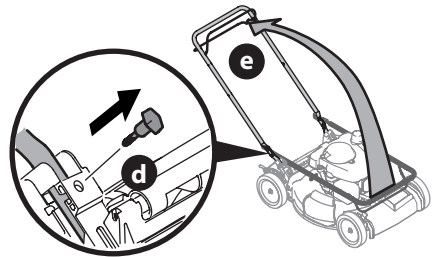

Figure 2
2. Retirez les boulons à oreilles (d) des supports du guidon (Figure 2).
3. Assurez-vous que la tondeuse est stable, puis relevez la partie supérieure (e) (Figure 2). Veillez à ne pas pincer le câble de commande de la lame lorsque vous relevez le guidon.